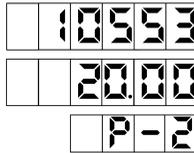

Рисунок 11
8.6 Предусмотрен просмотр на табло значений суммарного счетчика рукава в строке указателя стоимости. В строке цены за литр отображается порядковый номер рукава и символы "P-" (рисунок 11). В случае многорукавной колонки, чтобы просмотреть на табло значения суммарных счетчиков других рукавов стороны, необходимо снять раздаточный кран интересующего рукава. В этом режиме допускается выдача топлива.